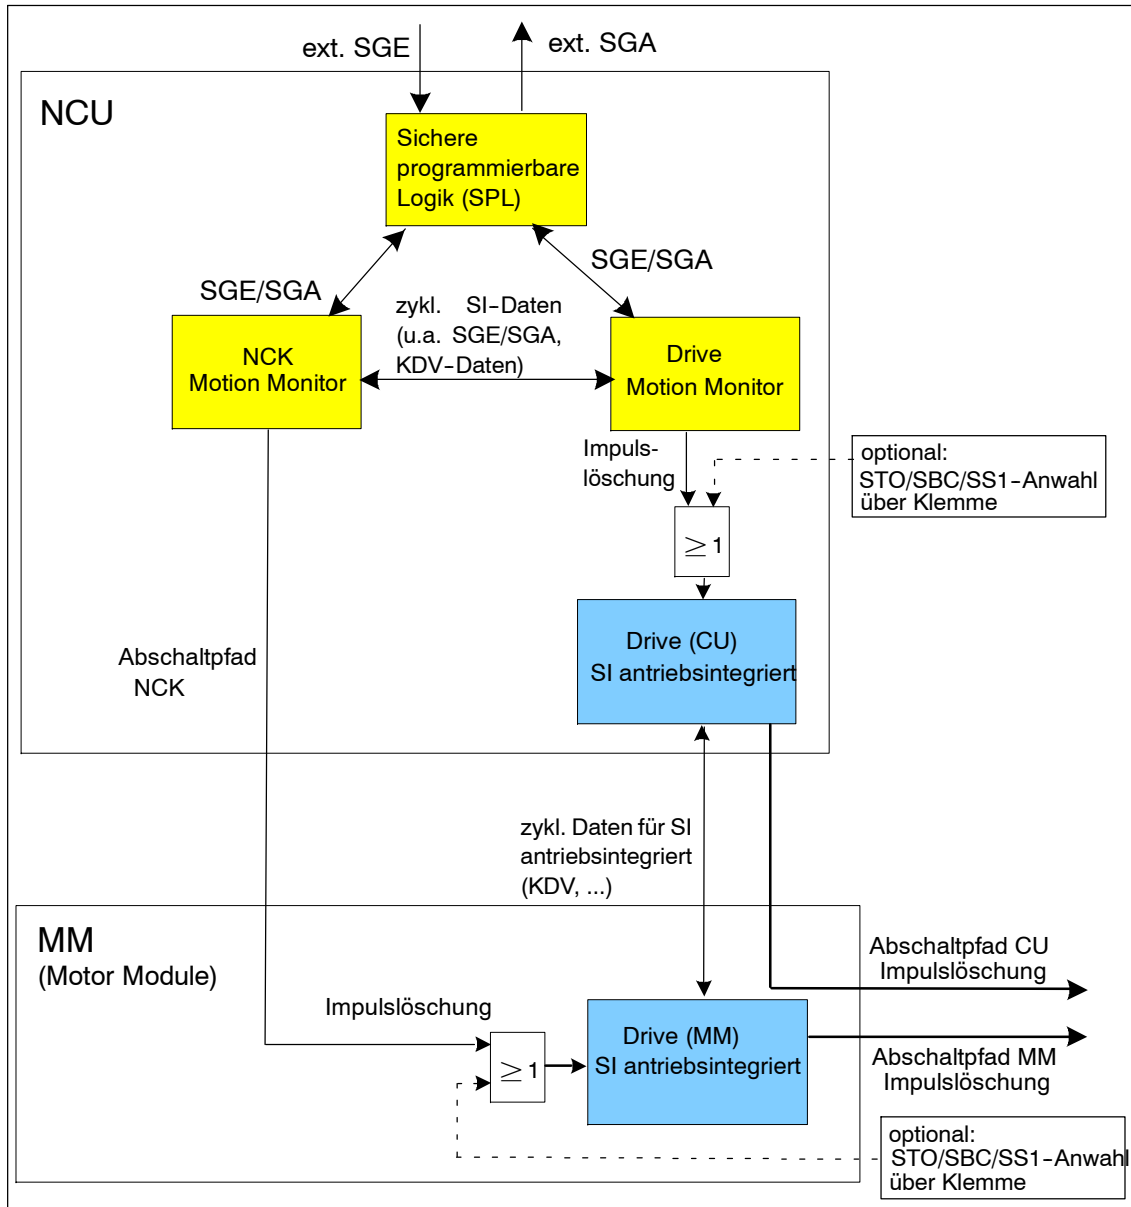

Bild 6-1 Übersicht der Abschaltpfade
Dieses Kapitel beschreibt die Sicherheitsfunktion Sicherer Halt (SH), angesteuert aus den sicheren Bewegungsüberwachungsfunktionen heraus. Die Funktion setzt hierbei auf die Sicherheitsfunktionen STO/SBC des Antriebs (siehe Kap. 4) auf. Bild 6-1 verdeutlicht die Zusammenhänge.
Bild 6-1 zeigt das Zusammenspiel der antriebsintegrierten Sicherheitsfunktionen mit der Bewegungsüberwachung (Motion Monitor).